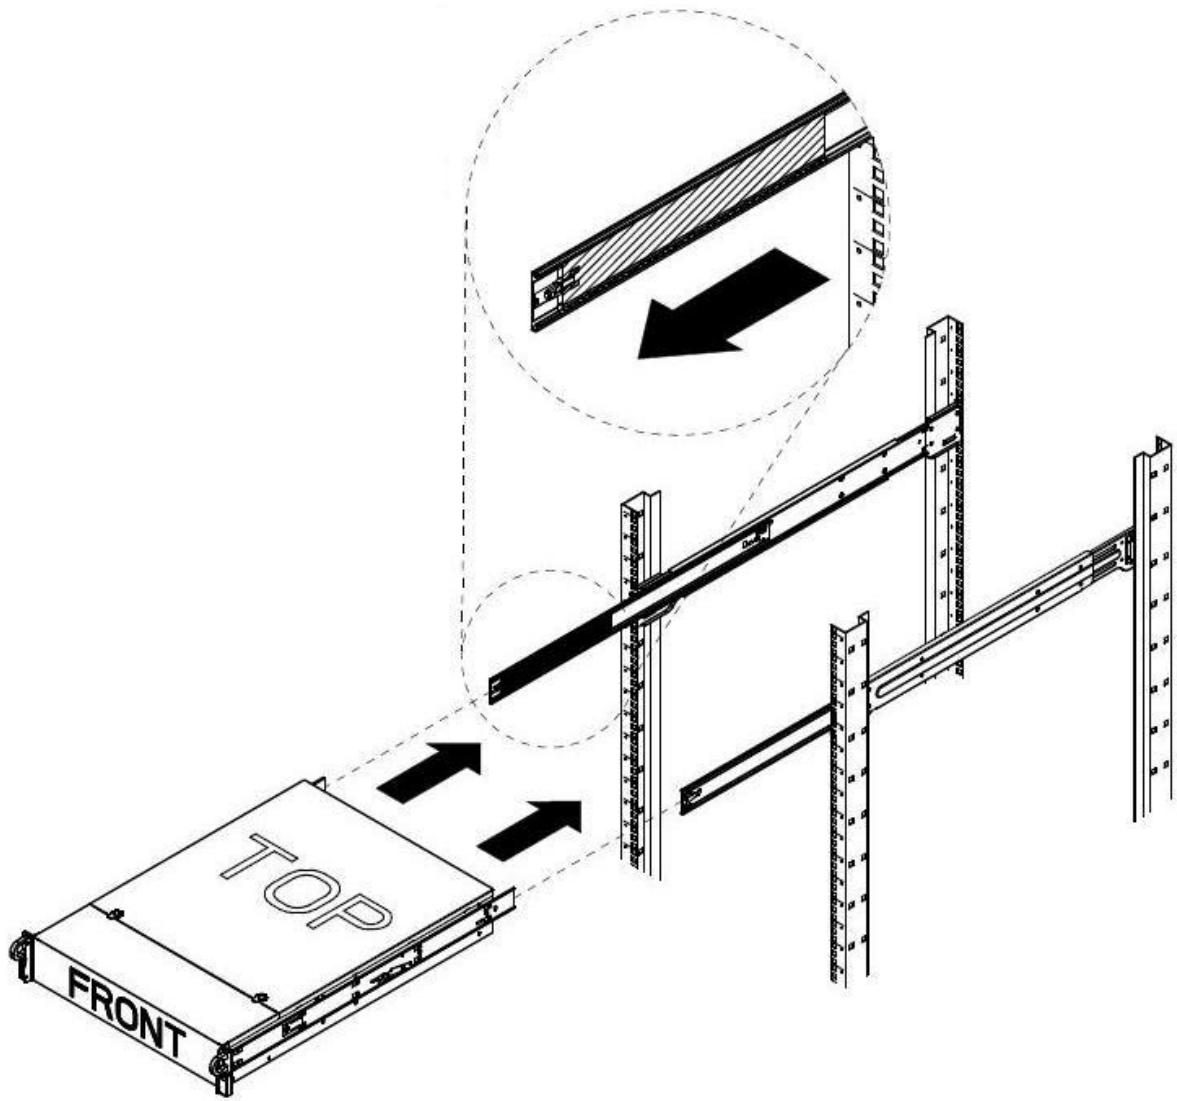

图 1-4
- 3、保持存储系统水平，将存储系统平稳地推入机柜，推进完成 1/3 后，方可变为 2 人，完成推进，如图 1-4 所示。